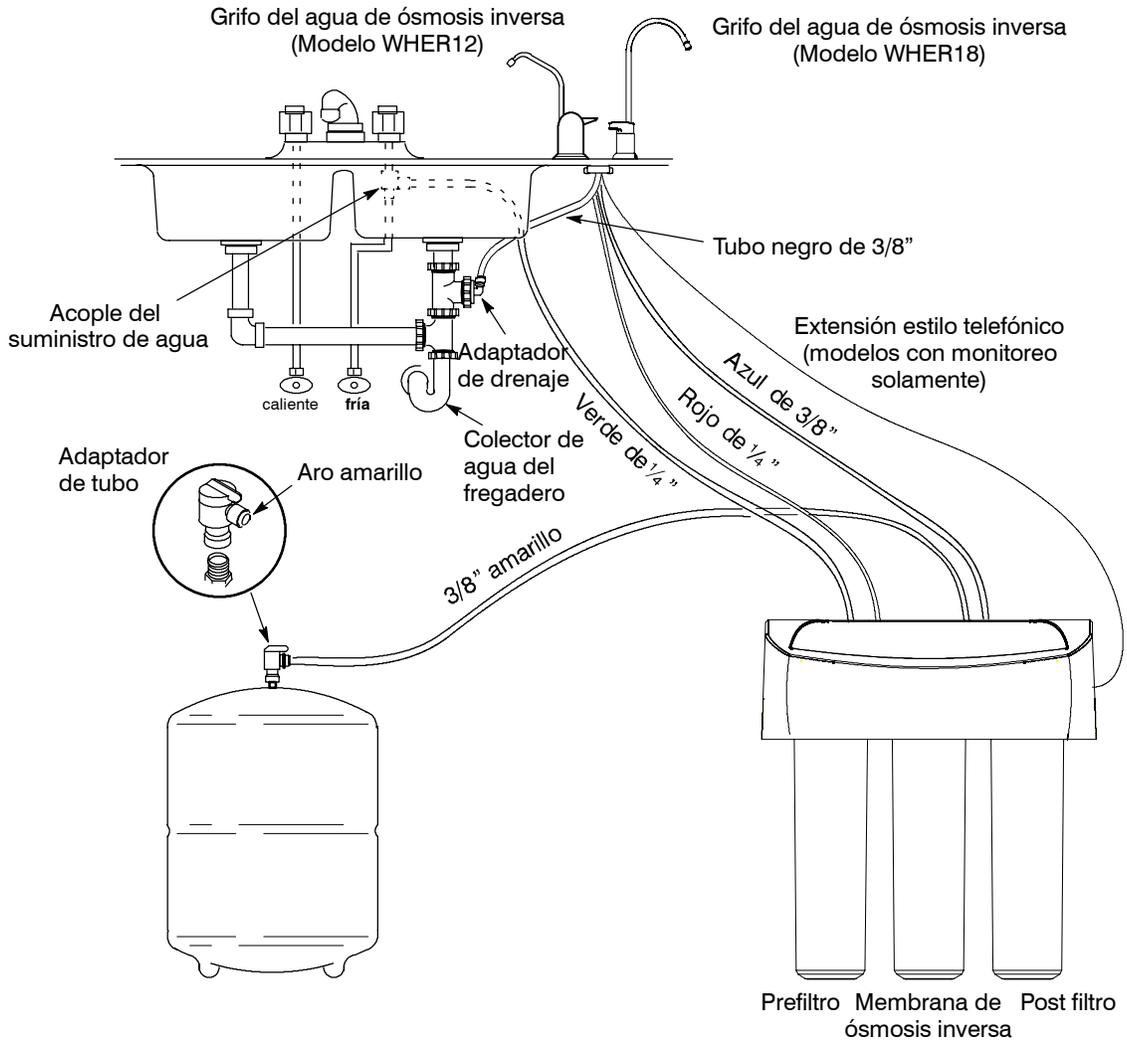

Ilustración 9
1. Escoja uno de los siguientes lugares para el grifo. Cerciórese de que quepa plano contra la superficie y que haya espacio por debajo para los tubos (Ver la ilustración 9).
1. Conecte el tubo de drenaje, el grifo al adaptador de drenaje. Al consultar la Ilustración 9, lleve la sección suelta del tubo negro de 3/8 del grifo al adaptador de drenaje con un aro negro. Corte ese tubo de acuerdo a lo que necesite para encaminarlo en un recorrido tan recto como pueda, sin vueltas, caídas, puntos bajos ni retorcidos. Corte la punta del tubo rectamente. Luego empújelo completamente en el acople. Hale el tubo para cerciorarse de que quede asegurado en el acople. Lea la sección "Conexión de los tubos."